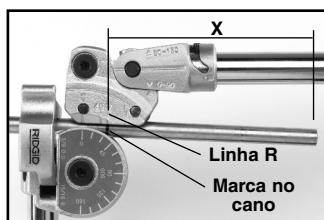

Figura 8 – Antes
- Se a característica estiver à **DIREITA** da marca (ver Figura 8 – Antes), alinhe a marca no cano com a linha "R" do carro.